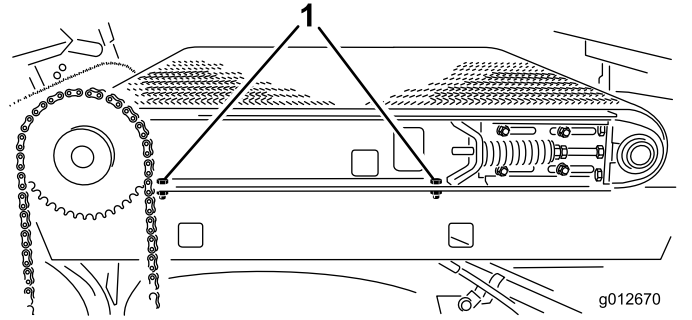

Bild 36
2. Ziehen Sie auf der rechten Seite der Maschine die beiden Bundkopfschrauben fest, die die Gleitrahmenschiene am rechten Kotflügel befestigen (Bild 36).